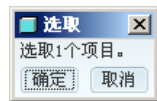

图 5.2.20 “选取”对话框
-  按钮:用于为尺寸和约束选取参照,如图 5.2.20 所示。单击此按钮后,即可在图形区的二维草绘图形中选取直线(包括平面的投影直线)、点(包括直线的投影点)等作为参考基准。
注意:“参照”对话框弹出时,此“选取”按钮  自动被按下,同时图 5.2.20 所示的“选取”对话框也自动弹出。如果由于误操作而使“选取”对话框消失,则需先按下  按钮以使“选取”对话框激活,然后才能选取草绘参照